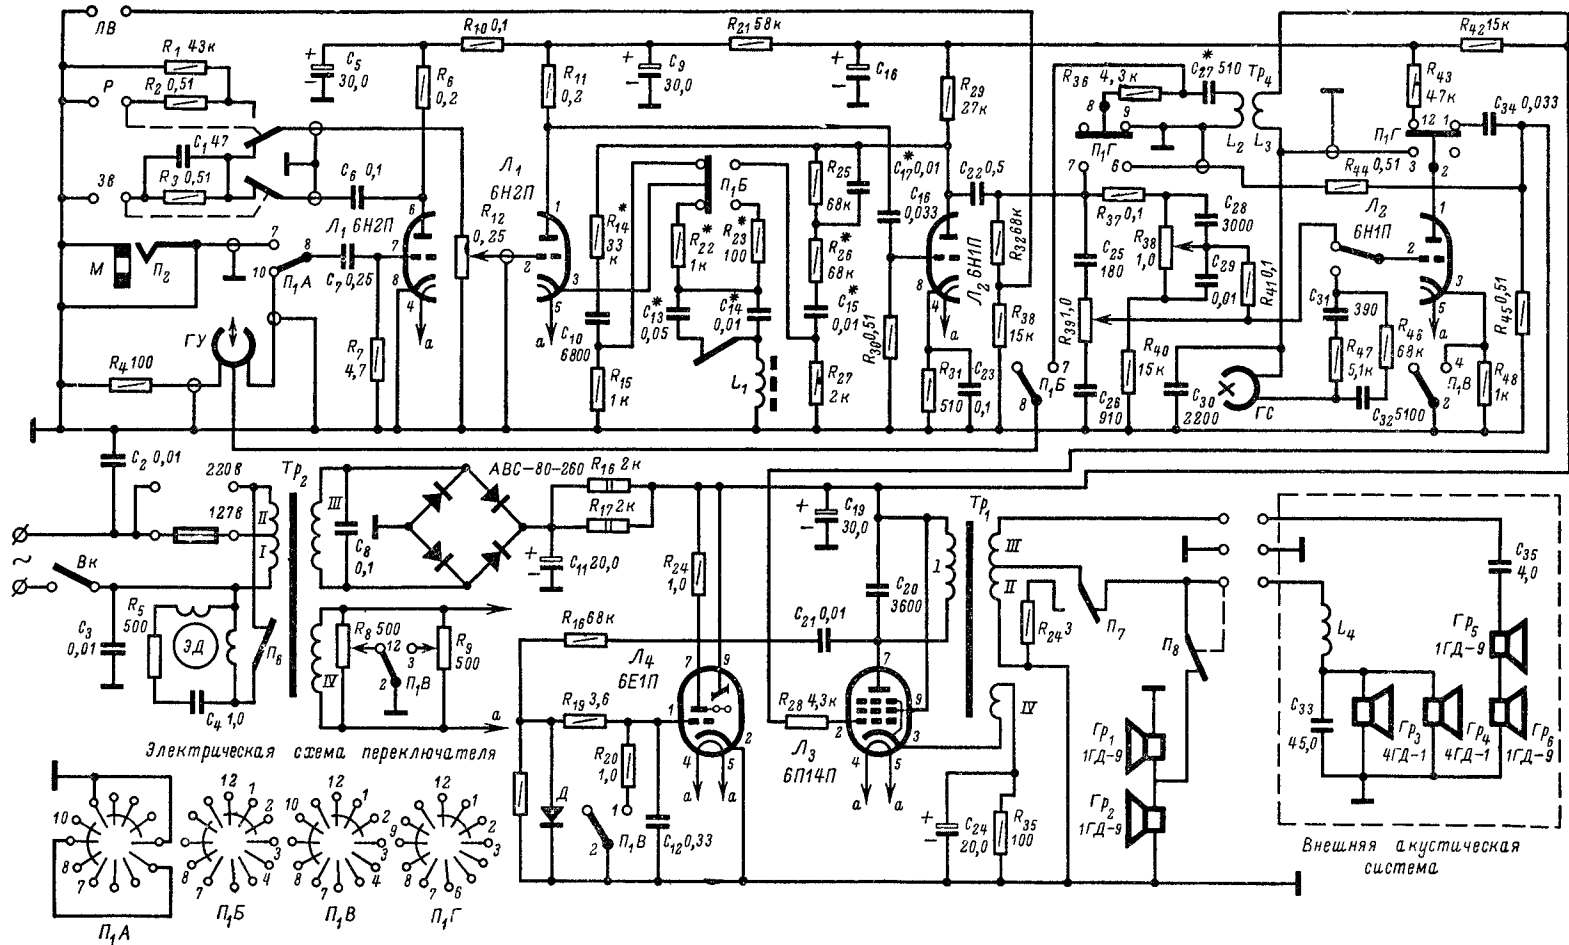

Рис. 108. Принципиальная электрическая схема магнитофона «Астра-2».
**Усилитель, генератор и выпрямитель.** Принципиальная электрическая схема магнитофона в режиме «воспроизведение» приведена на рис. 108.